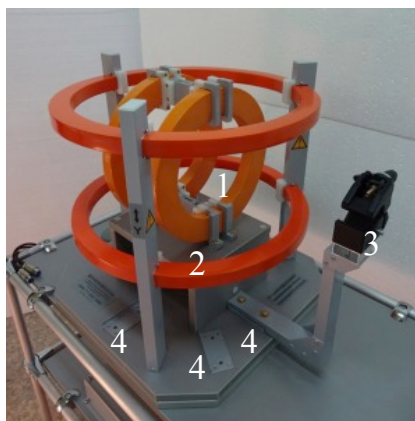

Рисунок 6.2
6.5. Полеобразующая система (рис. 6.2) содержит две пары взаимно ортогональных многовитковых колец Гельмгольца, закрепленных на основании. Одна пара КГ диаметром 190/286 мм (далее – КГ1), расположена вертикально и создает магнитное поле, вектор которого направлен параллельно плоскости рабочего стола (по координате «X»). Вторая пара КГ диаметром 390/460 мм (далее – КГ2) расположена горизонтально и генерирует магнитное поле, вектор которого направлен перпендикулярно плоскости рабочего стола (по координате «Y»).